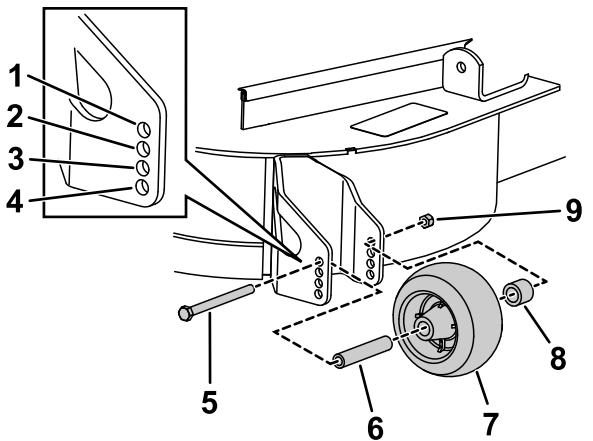

Figura 13
1. Depois de regular a altura de corte, ajuste os rolos retirando a porca flangeada, a bucha, a cunha e o parafuso (Figura 13).
3. Coloque a porca flangeada, a bucha, a cunha e o parafuso. Aperte com uma força de 54 a 61 N·m.**Figura 13**